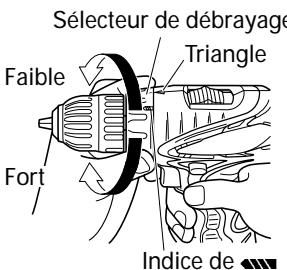

Fig. 16
7. Vérification de la position du sélecteur de débrayage (Voir Fig. 16). Le couple de serrage est défini par la position du sélecteur de débrayage.
- Indication du couple de serrage (Voir la Fig. 16). Le couple de serrage varie en fonction du type de vis et du matériau à serrer. Le couple de serrage est indiqué par les chiffres "1, 3, 5 ... 22" sur le sélecteur de débrayage et un noir. La position "1" correspond au couple le plus faible et le chiffre le plus élevé au couple le plus important.
- (3) Réglage du couple de serrage (Voir Fig. 16)